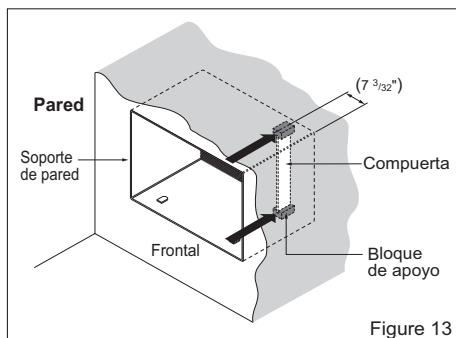

Figure 13
- 6** Retire el envoltorio de los bloques de apoyo y acóplelos al interior del soporte de pared como muestra la Figure 13. Deslice la compuerta en las ranuras de los bloques de apoyo.